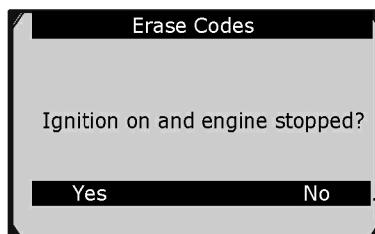

Рисунок 5-6
2) После нажатия кнопки **OK** появится сообщение, содержащее указание на необходимость проверки состояния двигателя и системы зажигания. См. рисунок 5-6.